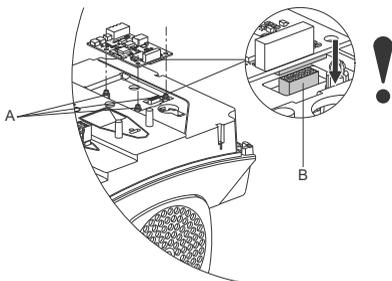

Abb. 62 Einsetzen des CIM-Moduls
4. Montieren Sie das CIM-Modul, indem Sie es an den drei Kunststoffhalterungen (Abb. 62, A) und dem Anschlussstecker (Abb. 62, B) ausrichten. Drücken Sie das Modul mit den Fingern in die vorgesehene Position.